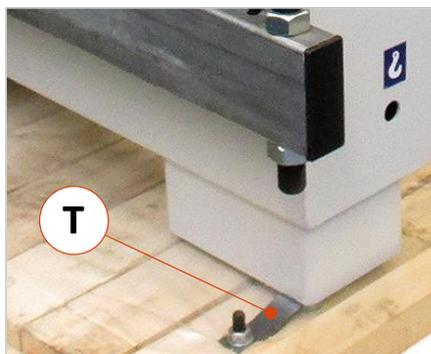

Abbildung 12: Transportlasche (4 x)
- Entfernen Sie nun sämtliche zum Transport auf der Palette erforderlichen Schraubbefestigungen sowie die vier Transportlaschen (siehe ⇒ Abbildung 12) an den Maschinenfüßen.
- Die zum Transport auf der Palette erforderlichen Schraubbefestigungen und Transportlaschen (siehe ⇒ Abbildung 12) entfernen und die vier mitgelieferten Nivellierstützen montieren. Dann die Maschine am vorgesehenen Einsatzort abstellen.